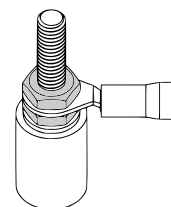

Рисунок 4.2 – Подключение соединительных проводов
- Подключить соединительные провода к контактам в коммутационной головке (см. рисунок 4.2). Схемы внутренних соединений проводников приведены в приложении В.
Во время проверки подключения соединительных проводов следует убедиться, что затянута нижняя и верхняя гайка (см. рисунок 4.2).